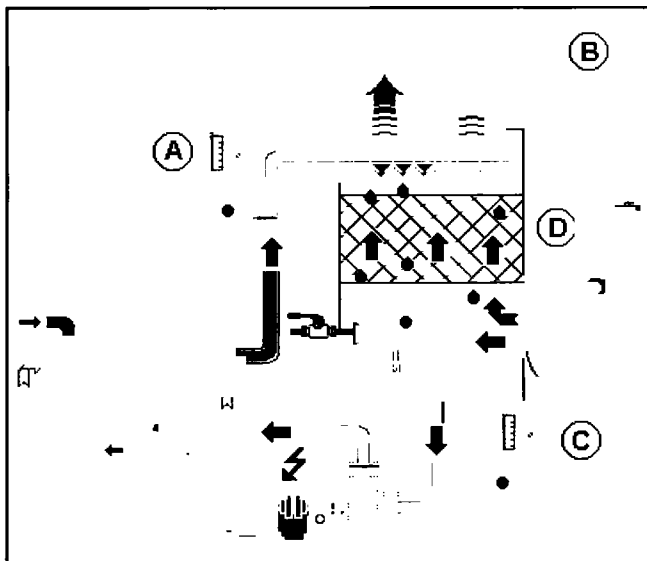

Рис. 73.4.
- ▶ В точке А (см. рис. 73.4): на входе воды в градирню?